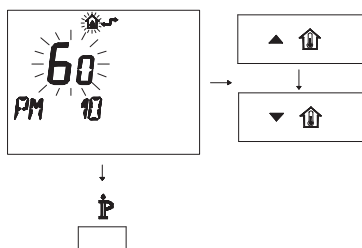

Figura 5.59
- Per modificare il SET programmato agire sui pulsanti ▲ **⬆** o ▼ **⬆** e aspettare che il numero programmato cominci a lampeggiare (Figura 5.59).